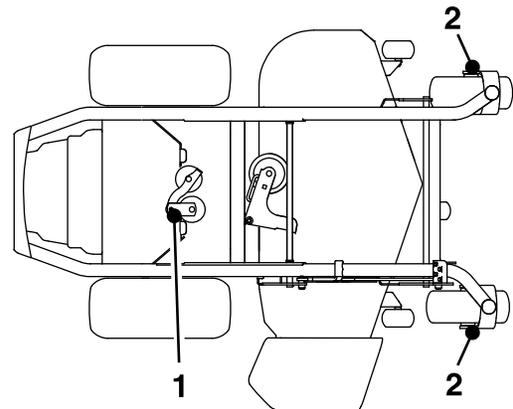

Рисунок 39
4. Змастіть поворотний шарнір насоса та 1 або 2 мастильні насоси (Рисунок 39).
5. Змастіть передні осі коліс (Рисунок 39).